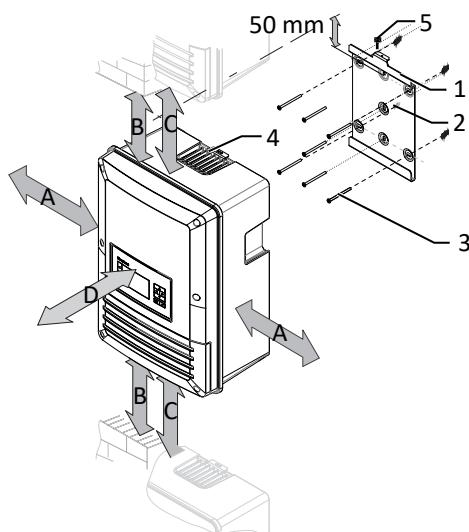

Abb. 7: Mindestabstände für Wandmontage
- 3 Beiliegende Schraube an der Lasche der Halterung einsetzen und Gerät zur Sicherung gegen Ausheben befestigen ✕ X Z2 (Pozidrive) / ⚡ 1 Nm] ([Siehe Abbildung 7] [▶ Seite 44].)